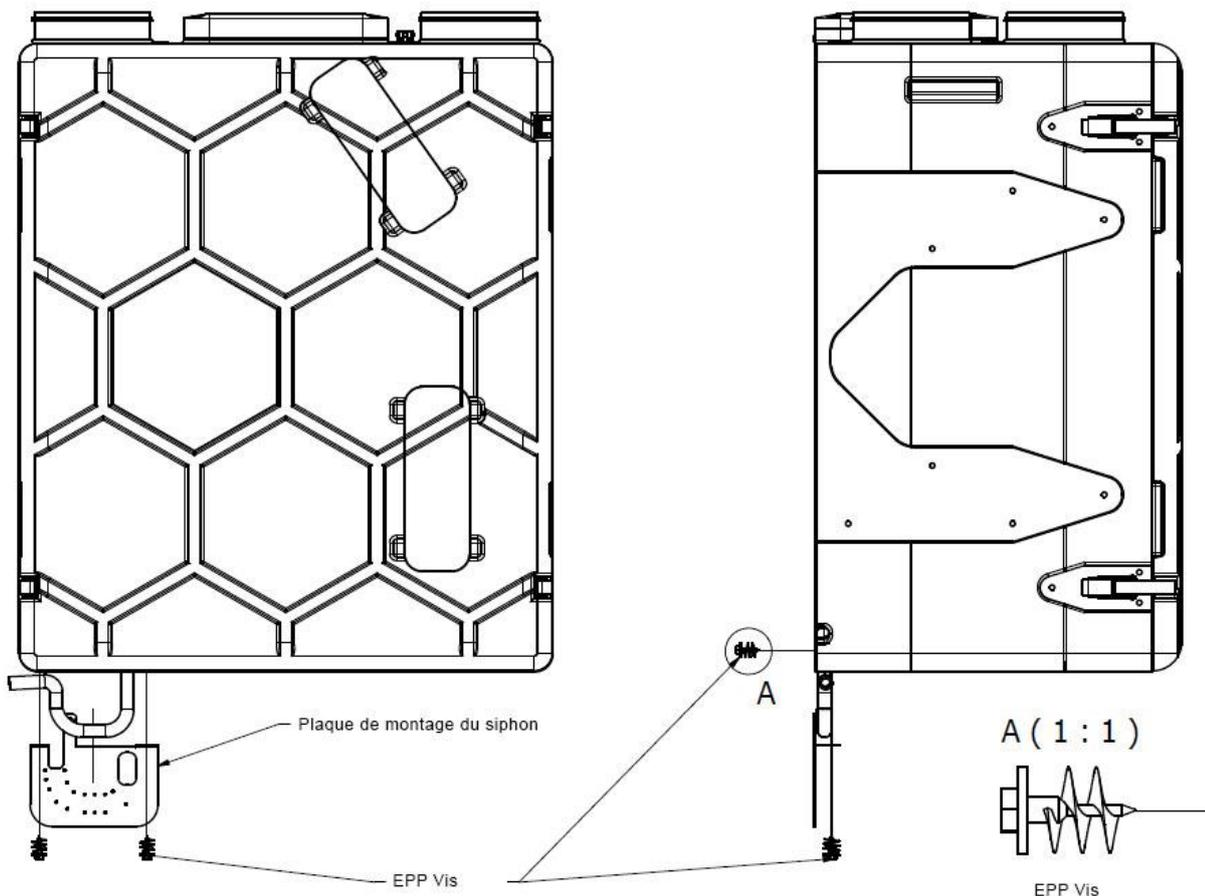

Figure 11 - installation de la plaque de siphon
- Monter la plaque siphon avec 3 vis EPP (figure 11).